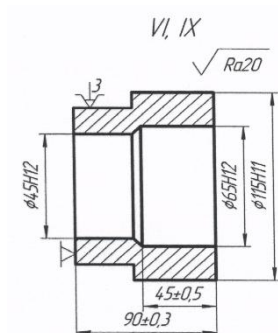

Рисунок 5 Операционный эскиз
5. Для токарной операции разработан операционный эскиз и заданы исполнительные размеры с допусками и требования по шероховатости обрабатываемых поверхностей (рис.5). Обработка каждой поверхности однократная.